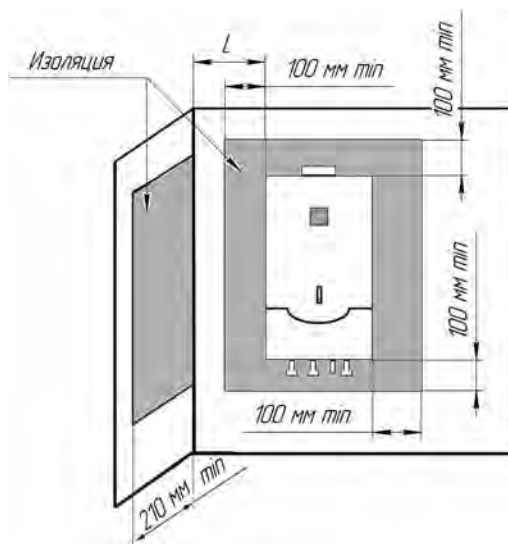

Рис. 1. Установка аппарата на трудносгораемых стенах.
6.5 Аппарат устанавливается на несгораемую кирпичную, бетонную (с облицовкой керамической плиткой или без неё) стену. Допускается установка аппарата на трудносгораемых стенах при условии изоляции стены оцинкованным листом толщиной $0,8-1\text{ мм}$ по листу базальтового теплоизоляционного картона БТК толщиной $3-5\text{ мм}$. Изоляция стены должна выступать за габариты корпуса аппарата не менее чем на 100 мм с каждой стороны (см. рис. 1), а расстояние от боковых поверхностей аппарата до трудносгораемых стен без применения изоляции должно быть не менее 250 мм . При уменьшении указанного расстояния до 150 мм необходима установка теплоизоляции.